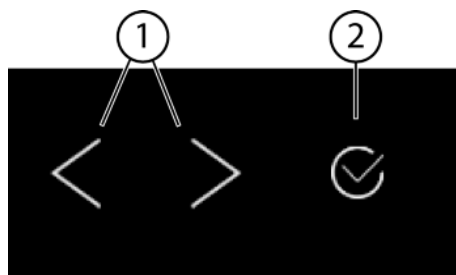
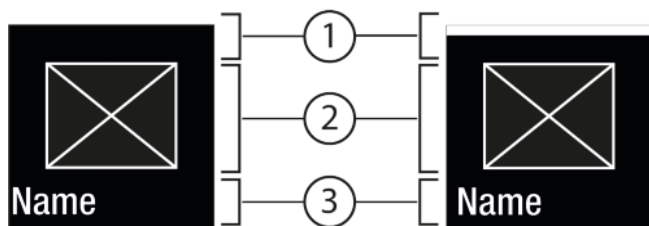

Fig. 5
Fig. 6
- (1) Navigatsiooninool vasakule / paremale (2) Kinnitamine
Navigatsiooninool vasakule / paremale Fig. 5 (1):
Kinnitamine Fig. 5 (2):
- Navigatsiooninoollega vasakule / paremale Fig. 5 (1) navigeerimine.
- Kinnitamine Fig. 5 (2) abil funktsiooni / seadistuse aktiveerimine Fig. 6 (1) / deaktiveerimine Fig. 6 (1).
- Kinnitamine Fig. 5 (2) abil alammenüü Fig. 7 (4) ettekutsumine.
- Uue väärtuse seadistamine: Kinnitamine Fig. 5 (2) abil deaktiveeritud väärtuse Fig. 6 (1) väljalimine.
- Tagasi menüüsse: Kinnitamine Fig. 5 (2) abil juba aktiveeritud väärtuse Fig. 6 (2) väljalimine.
- ▶ Vajutage navigatsiooninooli Fig. 5 (1) niimitu korda, kuni näidatakse .
- ▶ Vajutage Kinnitamine Fig. 5 (2).
- ▶ Vajutage navigatsiooninooli Fig. 5 (1) niimitu korda, kuni näidatakse funktsiooni.
- ▶ Valige navigeerimisnooltega Fig. 5 (1) seadistusväärtus.
- ▷ Olek: aktiveeritud Fig. 6 (1) ilmub korraks alammenüüsse Fig. 7 (4).
- ▶ Vajutage navigatsiooninooli Fig. 5 (1) niimitu korda, kuni näidatakse seadeid .
- ▶ Vajutage navigatsiooninooli Fig. 5 (1) niimitu korda, kuni näidatakse soovitud seadistust.
- ▶ Vajutage 3 sekundit Kinnitamine Fig. 5 (2) peale.